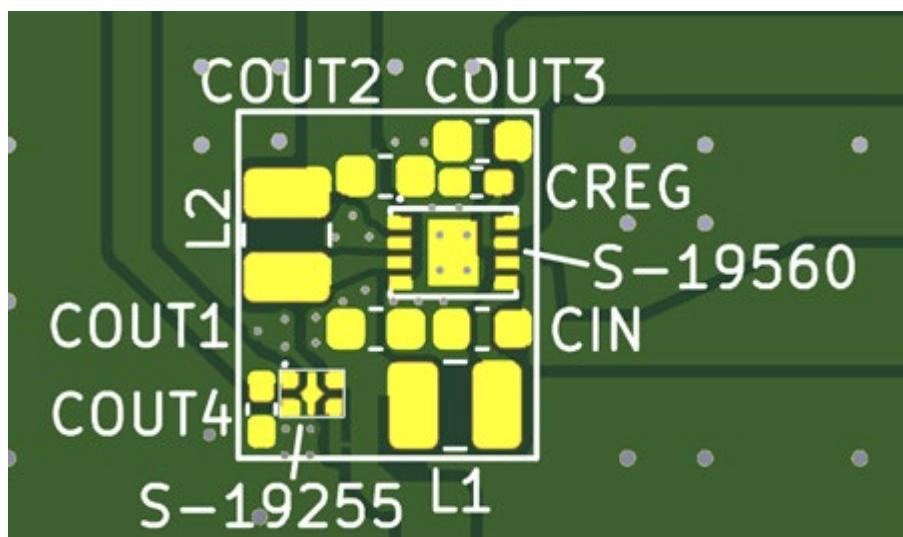

图8 基板布局示例 (放大图)
- 在图8的基板布局示例中，通过缩短S-19255系列的输入与C_{OUT1}的距离，省略了S-19255系列的输入电容器。如果将S-19255系列配置在较远的位置时，请追加S-19255系列用的输入电容器。